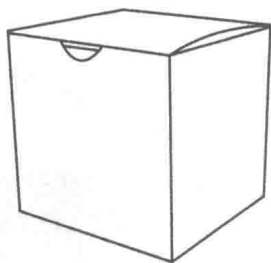

图1-6
2. 沿画好的虚线，将多余的部分剪掉。动手沿虚线折叠，折成完整的立方体，如图 1-6。